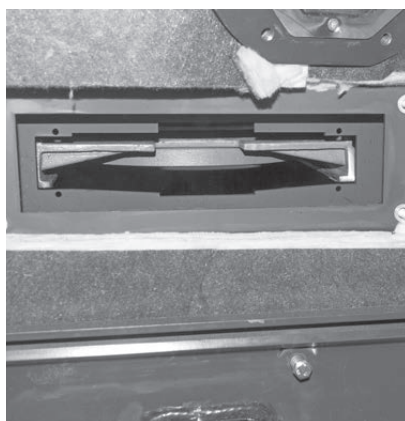
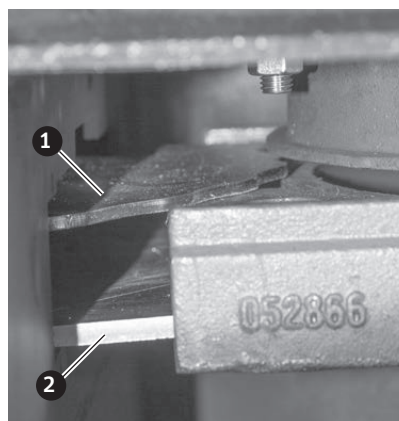

Fig. 18 Introdurre la rimozione ceneri nelle apposite guide
Fig. 19
- ▶ Introdurre la rimozione ceneri nelle apposite guide sul lato sinistro della caldaia (Fig. 18), facendo attenzione alla guida per la serranda braci in alto e alla serranda ceneri in basso nella caldaia (aprire lo sportello del vano cenere) – Fig. 19.